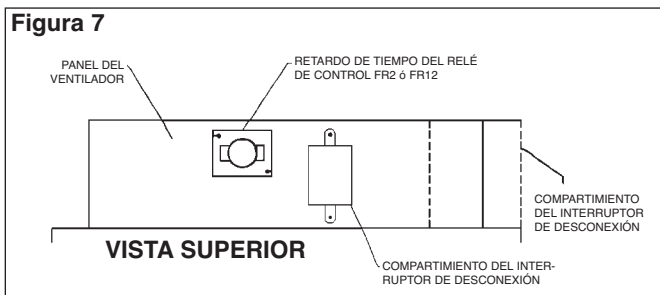

Figura 7
1. Instale el Transformador y el Relé según se muestra en la Figura 7.